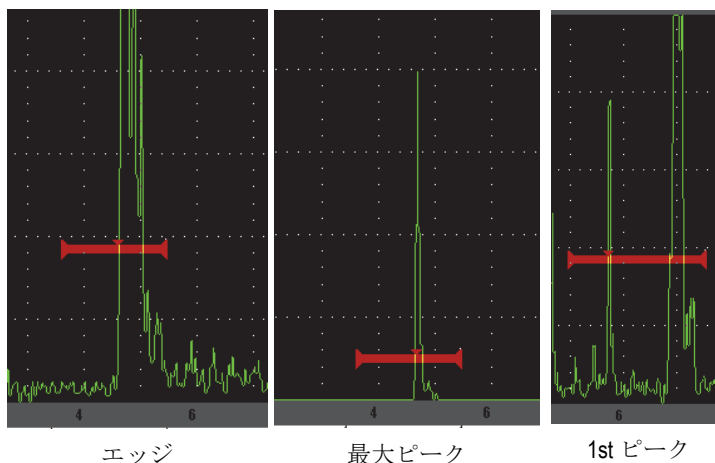

図 2-12 エッジ、最大ピーク、1st ピークモードにおいて測定がトリガーされた位置
- “**最大ピーク：High Peak**”：ゲート設定された範囲内にある一番大きいピーク位置に基づく測定値（ゲートをクロスする必要はありません）（39 ページ図 2-12 参照）。
- “**1st ピーク：1stPeak**”：ゲートの閾値を超える最初のピーク位置に基づく測定値（39 ページ図 2-12 参照）。
- “**エッジ：Edge**”：ゲートをクロスする信号の最初のクロスポイントの位置に基づく測定値（39 ページ図 2-12 参照）。